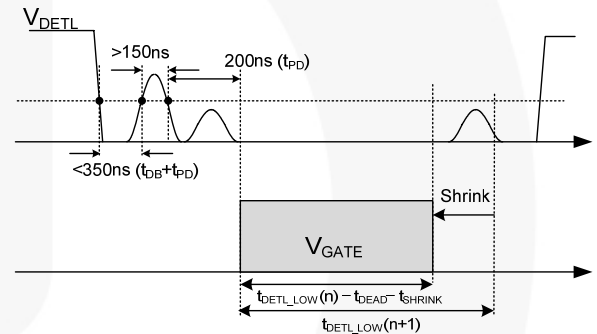

Figure 17. DETL电压振荡引起的门极收缩
- 当DETL电压在零附近振荡时。如图17所示，在轻载条件下，在初级开关状态切换后，SR的漏极电压在零附近振荡。在DETL电压跌落至零之后的 $350ns$ 之内，DETL电压上升高于 $2V$ ，并且保持时间高于 $150ns$ ，则门极收缩 $1.2\mu s$ ($t_{SHRINK-RNG}$)，如图17所示。